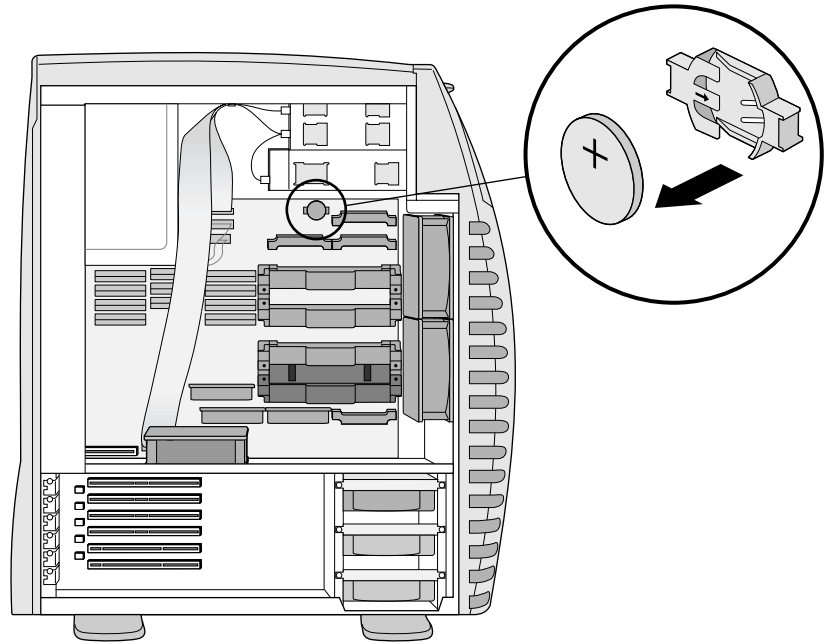

Abbildung 7-9 Lage der Batterie
1. Ziehen Sie mit Hilfe Ihres Daumennagels die Batterie in Ihre Richtung. Die Batterie kommt frei. Siehe Abbildung 7-9.